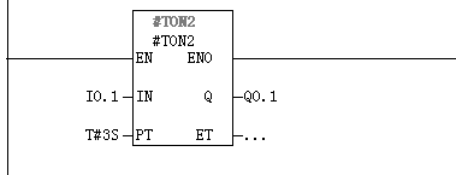

图 5-57 FB1 中的梯形图
1) 先新建项目和 1 个空的功能块，双击并打开 FB1，并在静态变量“STAT”中创建“TON1”和“TON2”，其数据类型为“TON”，如图 5-56 所示。再在 FB1 中编写如图 5-57 所示的梯形图程序。